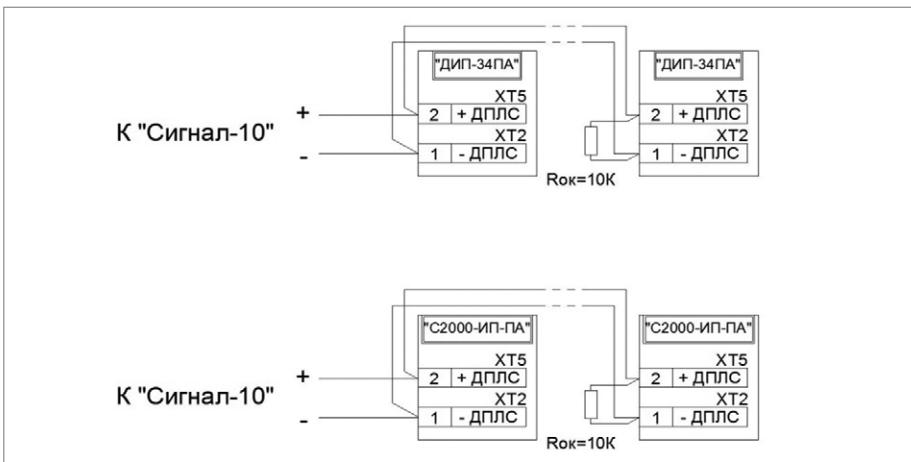

Рисунок 6. Схема подключения извещателей «ДИП-34ПА», «С2000-ИП-ПА»
- Схемы подключения адресно-пороговых датчиков приведены на рис. 6, 7.